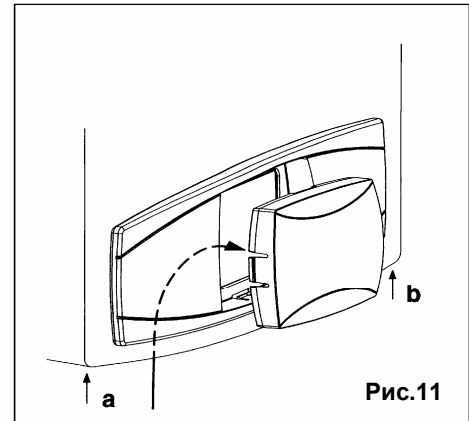

Рис.11
1. Отвинтить два винта (а - б рис.11), которые фиксируют корпус котла;
2. Слегка приподнять корпус и рукой выдвинуть наружу крышку передней панели (рис.11);
4. Закрыть корпус котла, прикрепить его винтами к котлу (рис.11).
1. отвинтить два винта (а - б рис.11), которые фиксируют корпус котла;